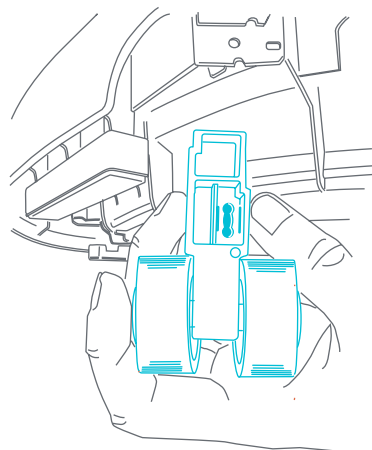

Fig. 14b
- Soltar la rueda de la carcasa (Fig. 14b). Repita para los otros lados.